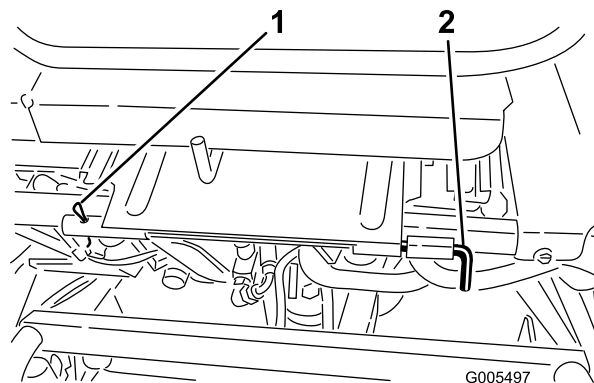

Figura 9
8. Montate gruppo sedile in posizione di servizio (Figura 9), installate il fuso a snodo del sedile e la spina.